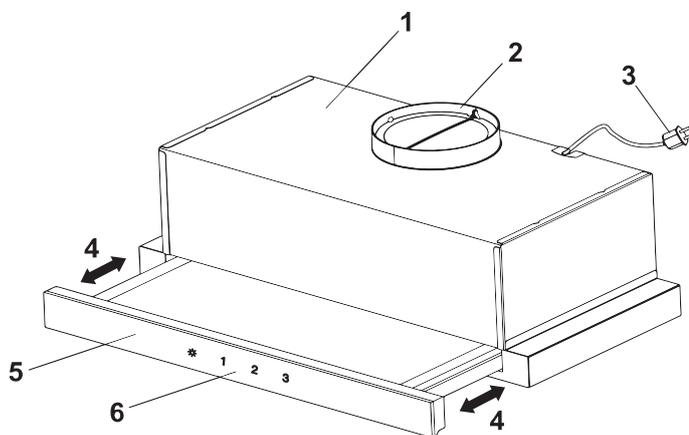

Рис.3
5.3 Вытяжка состоит из следующих составных частей (рис.3 / 3.1):